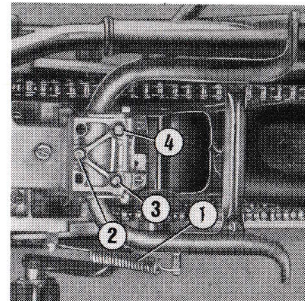

Fig. 12
- b) Standaardlager (fig. 12). Standaardveer (fig. 12/1) uithaken. De bouten (fig. 12/2, 3 en 4) uitschroeven. Standaard afnemen. De beide helften van de standaard ophanging invetten. In omgekeerde volgorde monteren,